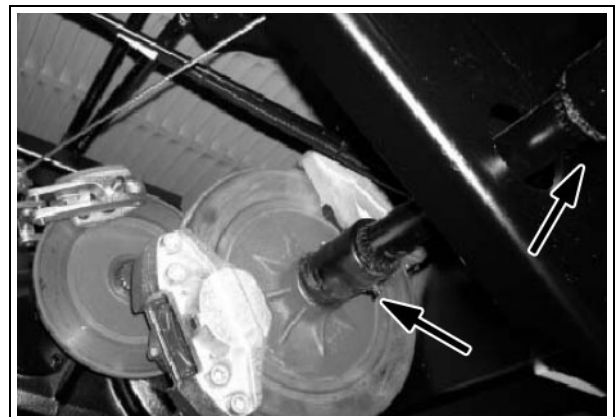

Рис. 18
**12. Соединительные втулки валов конечных приводов - Рис. 18**